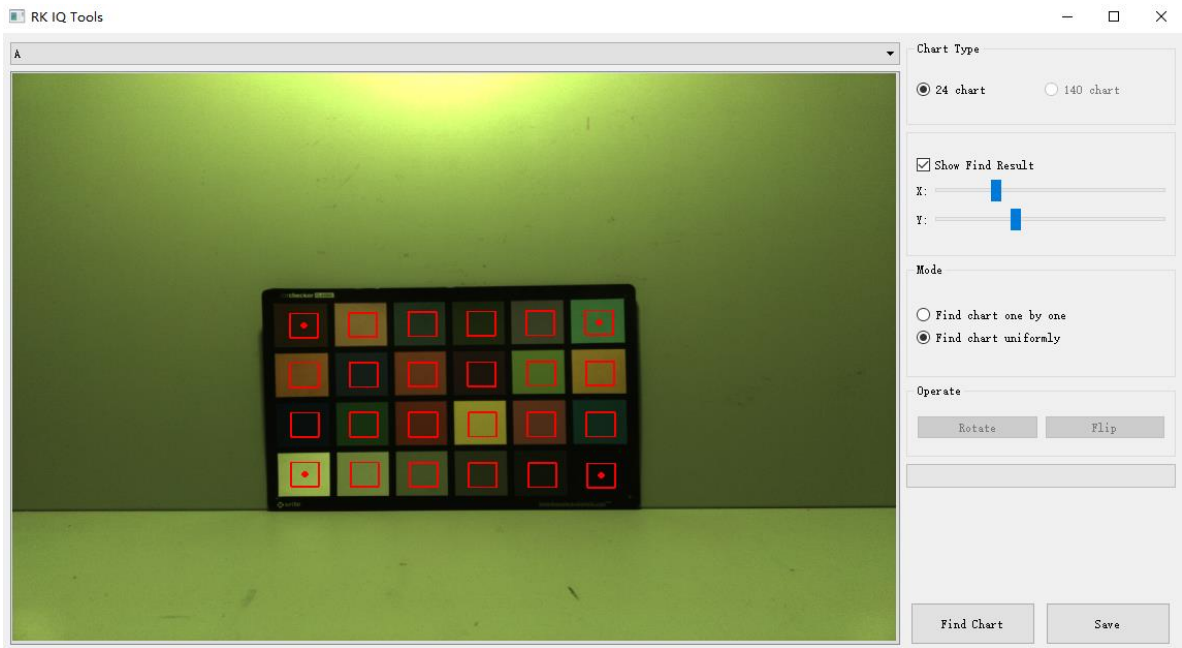

图4-4-4-1
- a) 拖动左上、右上、左下、右下的红框中心圆点来调整采样区域，尽量确保采样区域在各个色块的中心，如图4-4-4-1所示